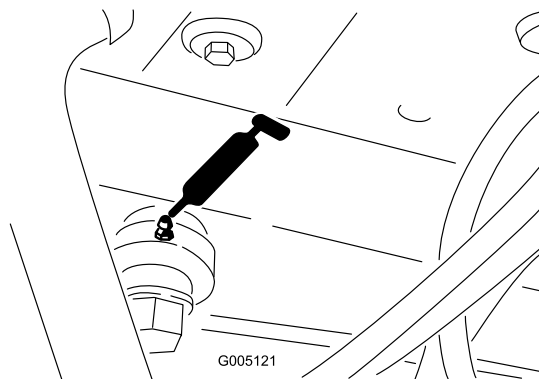

Figura 35
- Extremo del cilindro de dirección (Figura 35)